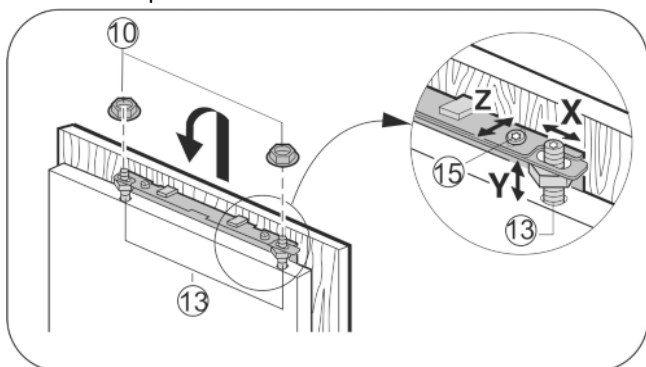

Fig. 27
- ▶ Ajuster la porte du placard à hauteur de Y et en l'inclinant sur le côté : régler les boulons d'ajustement Fig. 27 (13) à l'aide d'un tournevis.
- ▶ Serrer les contre-écrous Fig. 27 (10).